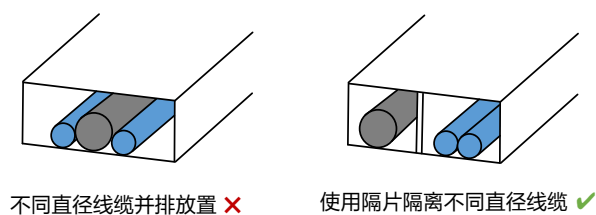

图4-7 隔片分离隔离
- 同一链轨内，若存在不同粗细直径的线缆，外径小的线缆容易被外径大的线缆挤压到底部，此时需使用隔片进行分类隔离，如图 4-7 所示。